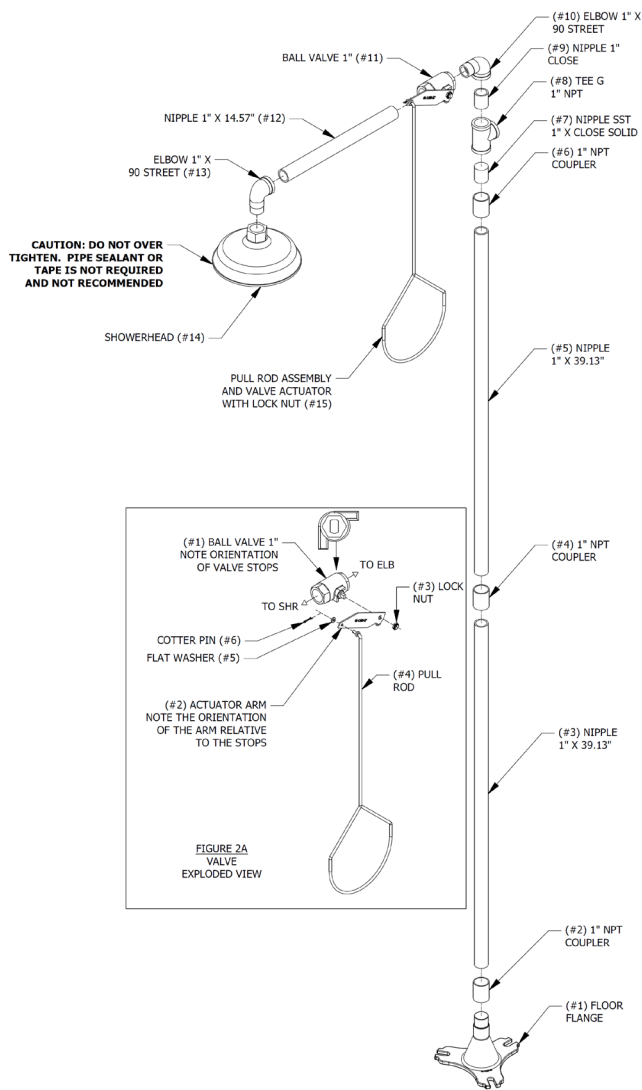

FIGURA 2
5. Ensamble los componentes en el orden de la secuencia numérica de la **Figura 2 y 2A**, asegurándose que la unión en T de entrada (#8) esté orientada de modo que no impida la activación de la válvula de la regadera.